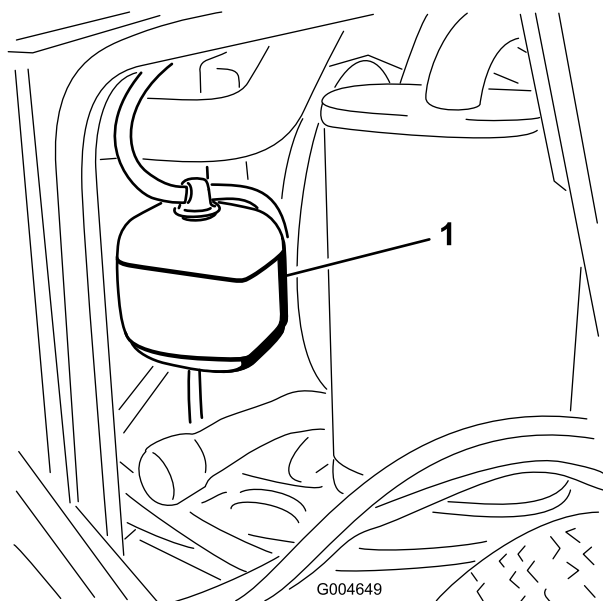

Figura 55
1. Compruebe el nivel de refrigerante en el depósito de expansión (Figura 55). El nivel del refrigerante debe estar entre las marcas en el lateral del depósito.